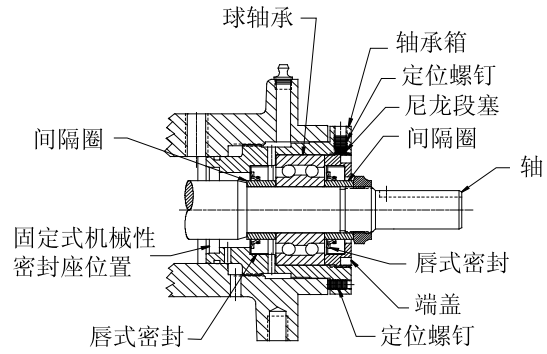

图4
4. 松开轴承箱正面的两个定位螺丝并从支架上拆下轴承箱。轴承箱末端含有机械密封座。避免损坏其表面。参见图4。
轴承箱总成请参见图4。
6. 在轴承箱内安装唇式密封。唇式密封的朝向请参照图4。
- 在端盖内安装唇式密封。唇式密封的朝向请参照图4。端盖沿着外轴承间隔圈旋入轴承箱。拧紧端盖。在轴承箱法兰上用两个径向定位螺丝
参见图4、第4页。